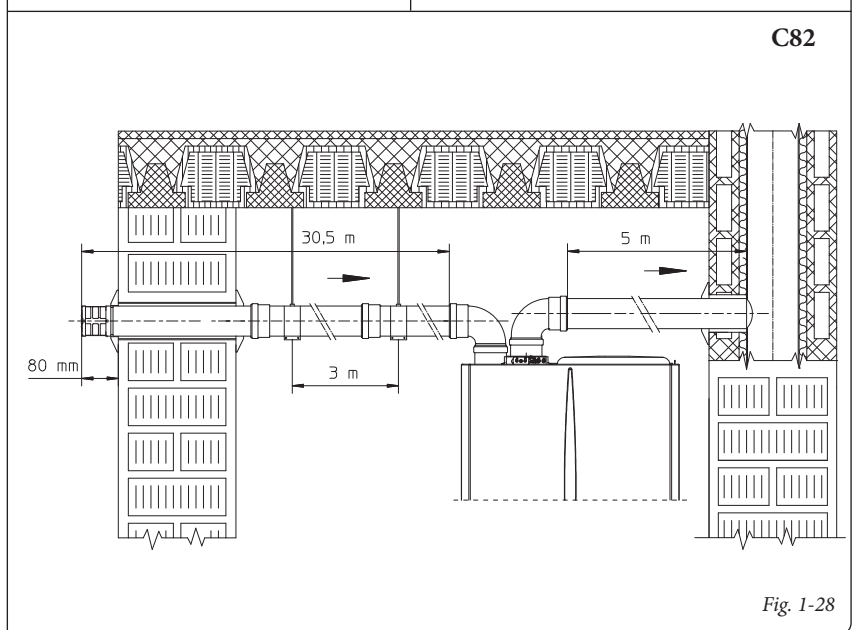

Fig. 1-28
- Perdita di temperatura nei canali da fumo (Fig. 1-28). Per evitare problemi di condensa dei fumi nel condotto di scarico Ø 80, dovuti al loro raffreddamento attraverso la parete, è necessario *limitare la lunghezza del condotto di scarico a soli 5 metri*. Se si debbono coprire distanze superiori è necessario utilizzare i tubi Ø 80 coibentati (vedi capitolo kit separatore Ø 80/80 coibentato).